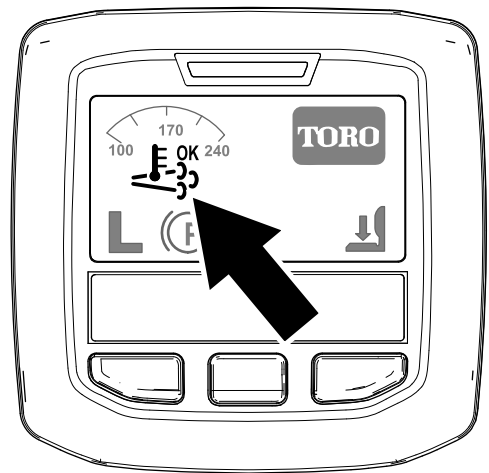

Figura 29
- El icono de regeneración asistida/de reinicio se muestra en el InfoCenter (Figura 29).